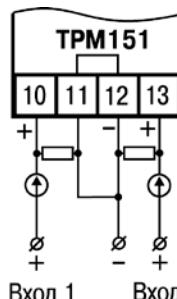

Рисунок 7.7 – Схема подключения активных датчиков типа "параметр-ток", "параметр-напряжение" и датчиков положения токового типа
- 2) Активные датчики с выходным сигналом в виде тока (0...5 мА, 0...20 мА или 4...20 мА), в том числе датчики положения токового типа, можно подключать к прибору только после установки внешнего шунтирующего резистора (см. рисунок Б.1 и рисунок 7.7). Резистор должен быть прецизионным (типа С2-29В, С5-25 и т.п., мощностью не менее 0,25 Вт, сопротивлением 100 Ом \pm 0,1 %) и высокостабильным во времени и по температуре (TKC не хуже 25×10^{-6} 1/°C).